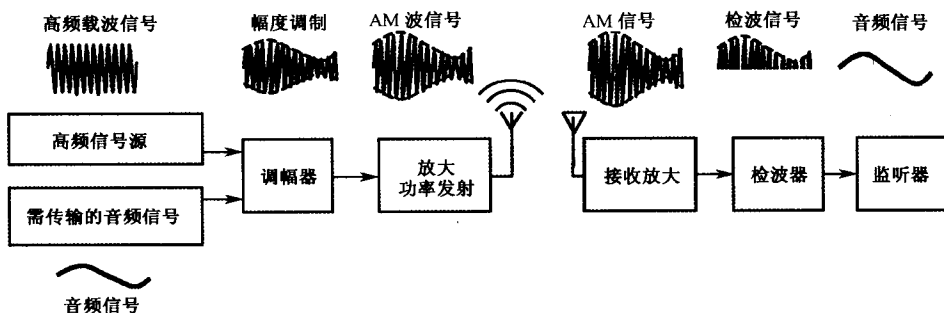
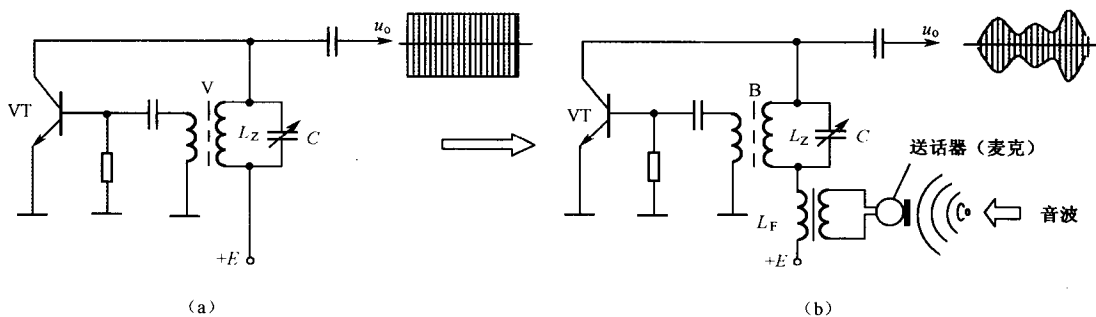

图 1-6 AM 波信号的产生、发射、接收、检波框图与波形
图 1-7 AM 波的产生电路（集电极调幅）与波形
(1) AM 波 AM 波信号的产生, 是将需传输的音频信号与高频信号源输出的恒频高频载波信号一并送入调幅器, 进行音频信号对高频载波信号的幅度调制而产生 AM 波传输信号, 然后通过功率发射器由发射天线发射出去; 异地接收机将通过接收天线接收到的 AM 波传输信号送入检波器进行解调检波, 最后在终端监听器中获得原始音频信号, 如图 1-6 所示。
从图 1-6 所示 AM 波信号的产生、发射、接收、检波框图可见, AM 波信号的产生容易理解, 也比较容易实现, 其产生电路有多种, 常用产生电路如图 1-7 所示。
从图 1-7 (a) 可见，这是一个典型的晶体管高频振荡电路， L_Z 为振荡器的负载。若调节 LC 并联谐振回路中可变电容 C 容值的大小，其谐振频率就可随之而变化，一旦 C 被调定，在 u_o 输出端就可获得相应的等幅频率信号。如果使可变电容 C 的容值固定不变，在晶体管 VT 的负载通路中再串联一个负载线圈 L_F 就变成图 1-7 (b) 电路，若此负载线圈 L_F 中的电流不断地变化，那么这时 u_o 输出端虽然频率不变，但其幅度必然会产生相应变化。这便是图 1-7 (b) 的调幅原理，它是借助麦克使振荡电流按音波的变化规律变化而变化的，从而达到调幅之目的。